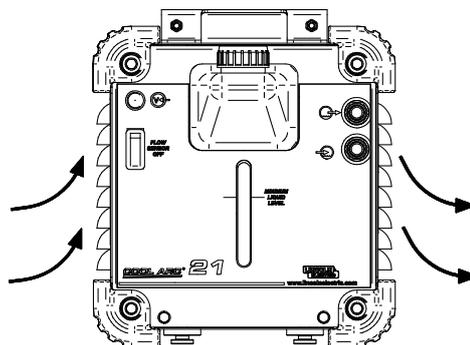

Figura 4.
9. Ranuras de ventilación: ofrecen una circulación adecuada del aire de ventilación (figura 4).